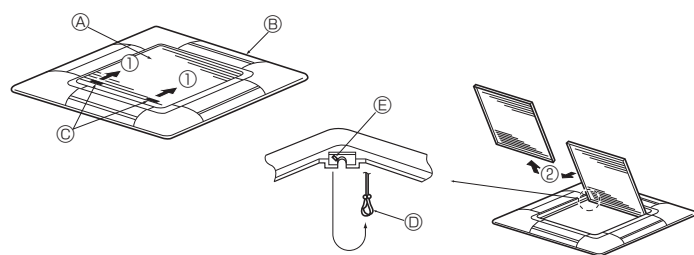
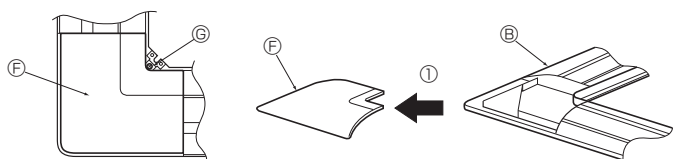

Fig. 8-3
Fig. 8-4
8.2.1. Verwijderen van de grill van de inlaatopening (Fig. 8-3)
- Schuif de hendels in de richting die wordt aangegeven door de pijl ① om de grill van de inlaatopening te openen.
- Verwijder nu het scharnier van de grill van de inlaatopening zoals aangegeven door de pijl ②, terwijl de grill in de geopende positie staat.
8.2.2. Verwijderen van het hoekpaneel (Fig. 8-4)
- Verwijder de schroef uit de hoek van het hoekpaneel. Schuif het hoekpaneel in de richting aangegeven door de pijl ① om het paneel te verwijderen.